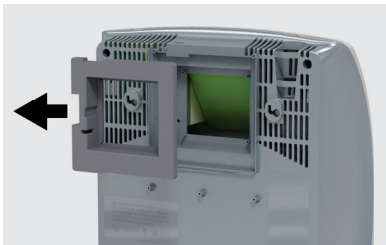

Рисунок 8
- Аккуратно извлеките пенопластовый теплоизоляционный элемент (рис. 8).